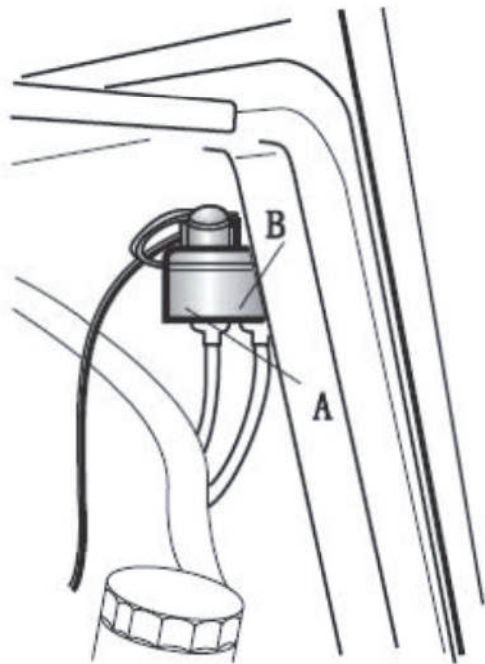

Fig. 5-34 Depósito de líquido de frenos
tapón de purga de aire y la tapa del tanque de líquido de frenos. Antes y durante la purga de aire, compruebe y asegúrese de que el nivel de las áreas y se mantenga en la posición de nivel más alto (consulte la fig. 5-34). ② ①